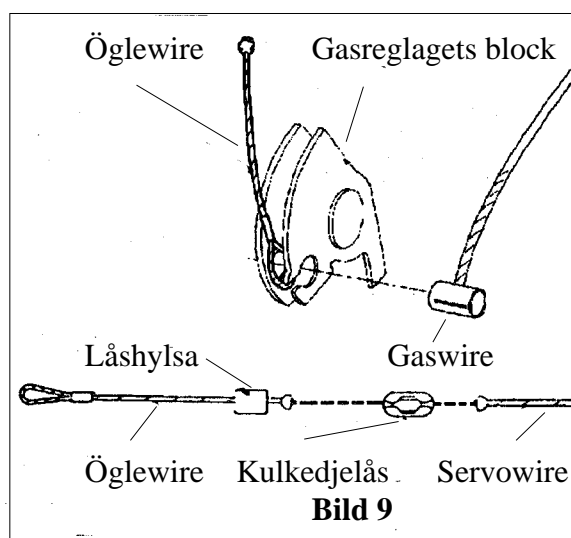

Bild 9
3. Sätt öglewiren mellan hålen i blocket. Sätt tillbaka gaswiren igen så att öglewiren träs över gaswirens T-stycke (bild 9).